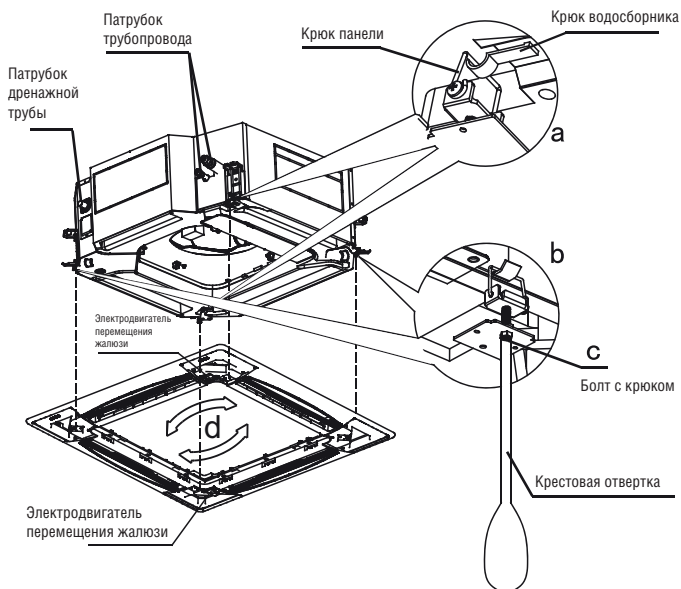

Рисунок 4-13
- 2) Скрепите скобы на панели со стороны электродвигателя перемещения жалюзи с противоположной стороны с соответствующими скобами поддона для сбора конденсата (См. рис. 4-13 а). Затем прикрепите две другие скобы панели, соединив их с крюками корпуса. (См. рис. 4-13 б).
- 4) Поворачивая винты на креплениях панели, придайте ей строго горизонтальное положение, и прикрепите панель к подвесному потолку (см. рис. 4-13 с).
- 5) Слегка подвигайте панель в направлениях, отмеченных стрелками (рис. 4-13 d), совмещая центр панели с центром отверстия в подвесном потолке. Убедитесь, что винты по углам панели обеспечивают надежное крепление.